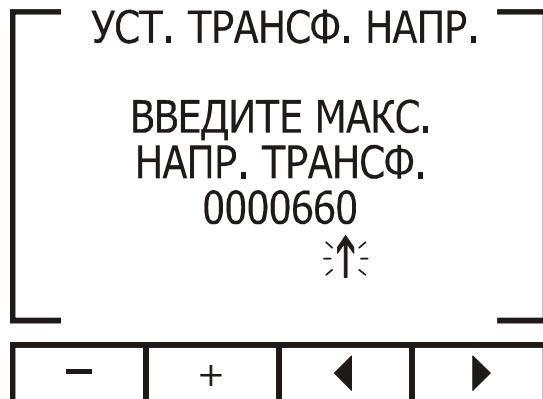

Рис. 13
7. Для настройки коэффициента трансформации трансформаторов напряжения (используются в случае, если фазное напряжение сети превышает 230 В, например, 660 В) Вернитесь в предыдущий уровень меню, нажав кнопку «Back», и выберите пункт **Уст. Трансф. Напр.** Нажмите «Enter». На дисплее появится экран установки первичного напряжения трансформатора (рис. 13):